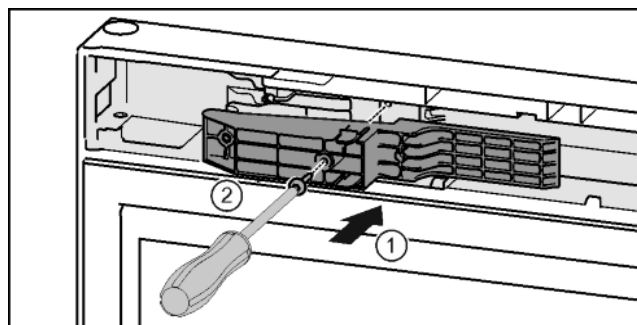

Fig. 47*
- Adaptér na straně rukojeti vložte do výklenku.* Fig. 47 (1)
- Šroubovákem T15 pevně utáhněte šrouby.* Fig. 47 (2)